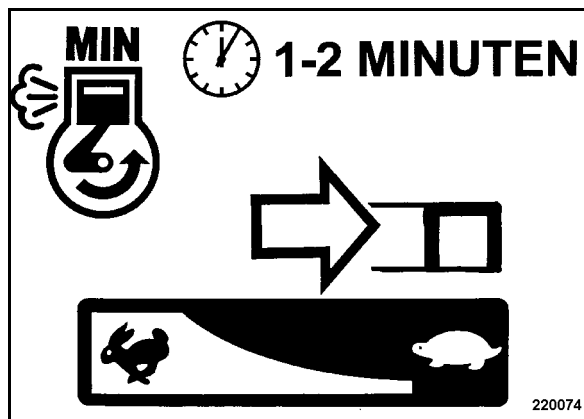

рис. 22
- Вернуть рычаг управления частотой вращения (рис. 22) в положение холостого хода.